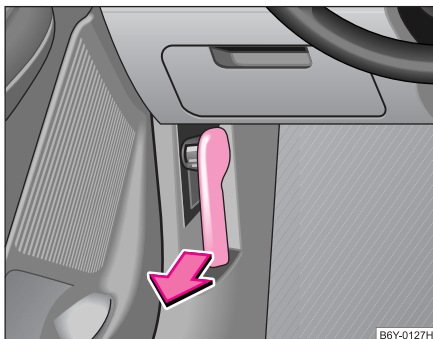

Abb. 134 Entriegelungshebel für Motorraumklappe
- Ziehen Sie am Entriegelungshebel unterhalb der Schalttafel auf der Fahrerseite ⇒ **Abb. 134**.
- Entriegeln Sie die Motorraumklappe ⇒ Seite 186, Abb. 134.